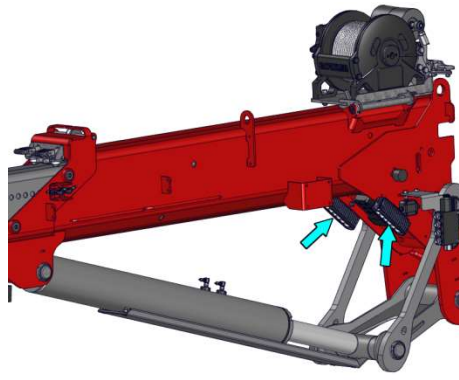

Abbildung 28
- Durch weiteres 1-maliges Drücken der Taste für die Arbeitsscheinwerfer auf der Fernbedienung werden die 2 Arbeitsscheinwerfer am Hauptausleger ausgeschaltet und die 2 Arbeitsscheinwerfer auf dem Fly-Jib eingeschaltet (*siehe* *Abbildung 28*).